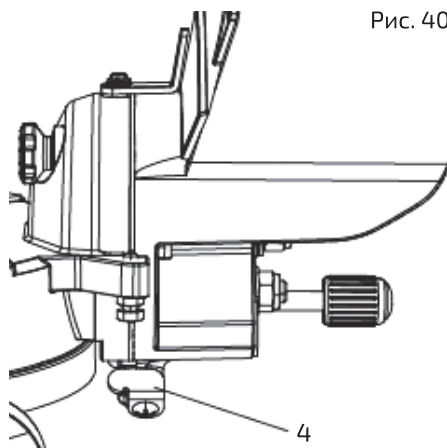

Рис. 40
5. Для наклонных распилов под углом 47° сместить установочную пластину (4) в заднюю часть пилы. Для правых наклонных распилов под 47° сместить установочную пластину вправо, для левых – влево (рис. 40).